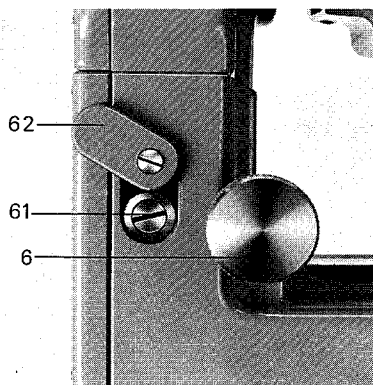

図37：補正誤差の調整のやり方
- ⑥ 鉛直微動ねじ
- ⑥1 調整ねじ
- ⑥2 ⑥1の蓋
6.6 補正機構の誤差（鉛直コリメーション誤差）（図37）